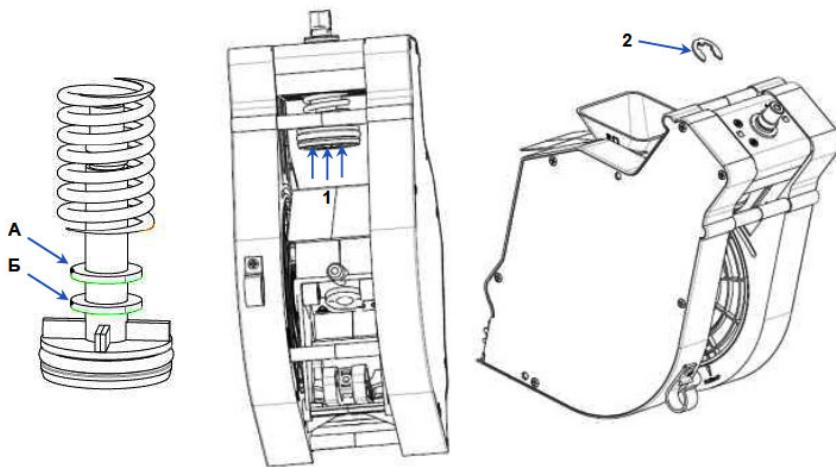

Рисунок 37 - Регулировка объёма камеры группы эспрессо
Группа эспрессо позволяет регулировать объём камеры для приёма молотого кофе от дозатора в пределах от 7 до 9 грамм. При установке кулакчика дозатора в положение 5 или 6, или при весе молотого кофе более 7,5 грамм НЕОБХОДИМО увеличить объём камеры путём установки стопорного кольца в положение Б (см.рис.37).
3. Подожмите поршень в направлении стрелок 1 (см.рис.37);